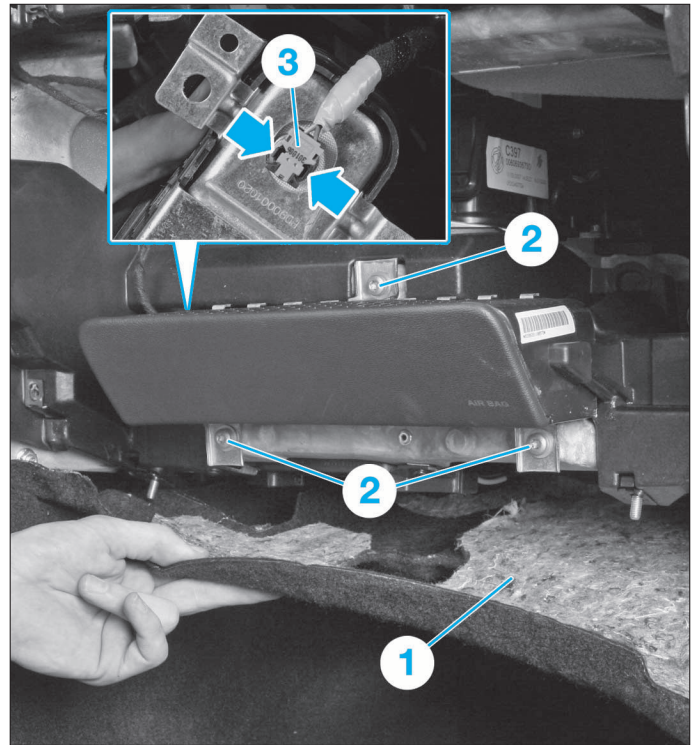

FIG. 12
- Déposer la garniture droite (1) située sous la planche de bord (Fig.12).
- Déposer les 3 vis (2).